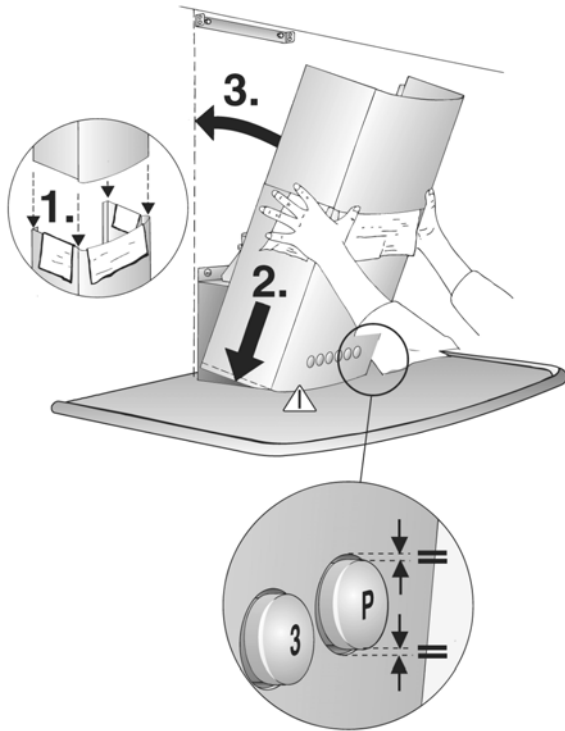

Рис. 10
15. Осторожно потяните верхнюю секцию вытяжной трубы вверх и привинтите боковые стороны двумя винтами к скобе крепления (рис. 10).